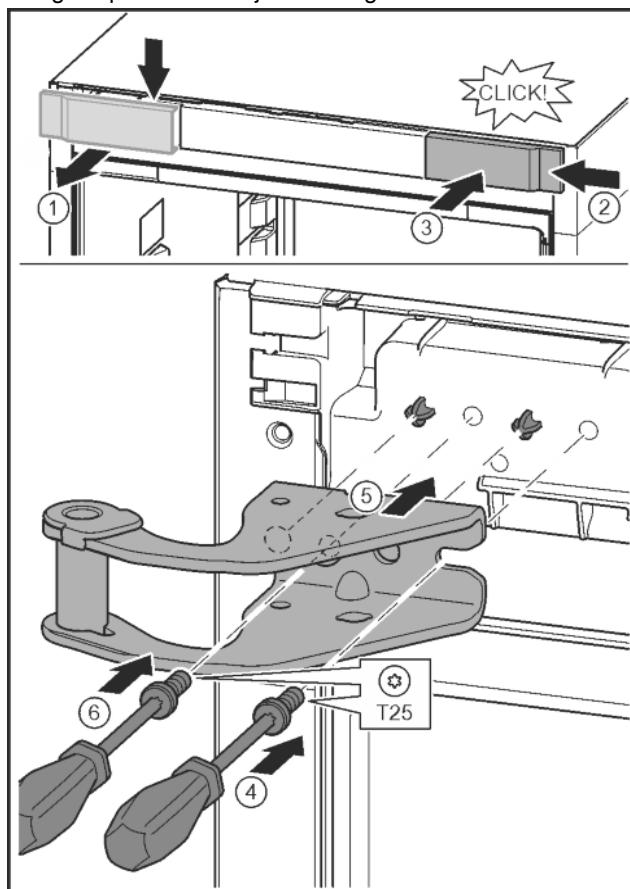

Fig. 14
- ▶ Otputstite pokrov i skinite ga bočno. Fig. 14 (1)
- ▶ Objesite pokrov okrenut za 180° na drugoj strani s desne strane. Fig. 14 (2)
- ▶ Pustite da pokrov uskoči. Fig. 14 (3)
- ▶ Odvijačem T25 postavite vijke. Fig. 14 (4)
- ▶ Postavite gornji podložak ležaja. Fig. 14 (5)
- ▶ Pritegnite vijak. Fig. 14 (4)
- ▶ Odvijačem T25 umetnите i pritegnite vijak. Fig. 14 (6)